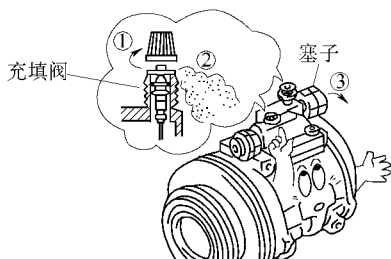

图 19-20 应从充填阀排出制冷剂
2) 在安装上新的压缩机之前，应从充填阀排出制冷剂，如图 19-20 所示。如果不先排出制冷剂，则当拨除塞子时压缩机润滑油将会同气态制冷剂一起喷出。并且在进行管子弯曲或拉长操作时，不要使用喷灯加热，否则灰尘会聚积在管内。